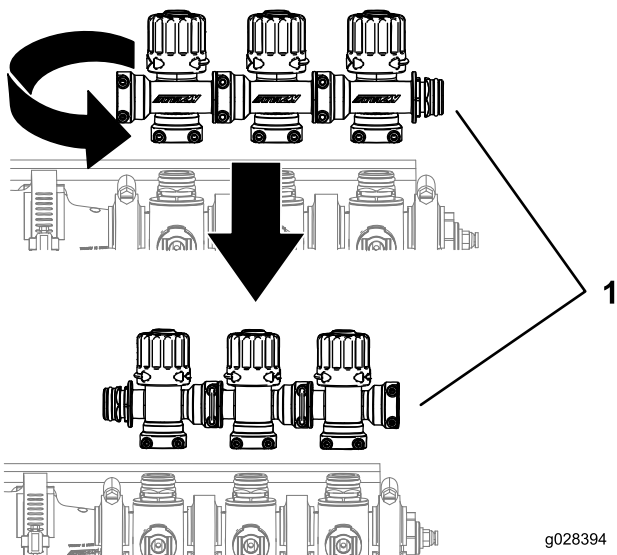

Figure 5
4. Tournez le bloc de réglage de dérivation de 180 degrés, comme montré à la Figure 5.